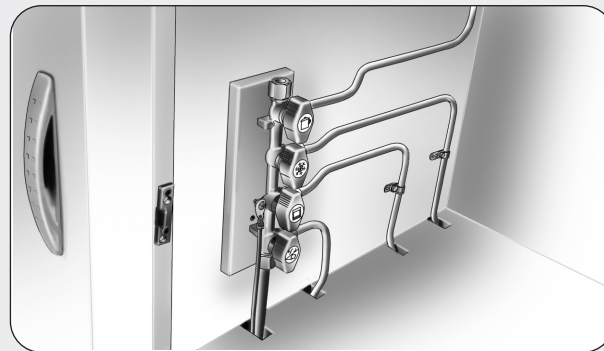

fig. 14
- ❑ Il gas proveniente dalla bombola asportabile, provvista di una sua valvola di chiusura, giunge agli apparecchi utilizzatori passando attraverso un riduttore di pressione e una centralina di distribuzione a più rubinetti **fig. 14**, uno per ciascun apparecchio, posta all'interno del mobile della cucina o in un armadio.